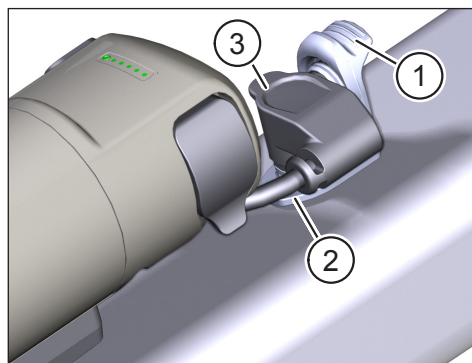

Fig. 22: Anslut anslutningskabeln till laddningsuttaget
- ▶ Öppna locket (nr 1 i fig. 22) på laddningsporten (nr 2 i fig. 22) på elcykelramen.
- ▶ Rikta in anslutningskabelns kontakt (nr 3 i fig. 22) så att kontaktkodningen på stickkontakten och i laddningsuttaget stämmer överens.
- ▶ Sätt i stickkontakten i laddningsuttaget och säkra kontakten med locket (nr 1 i fig. 22).